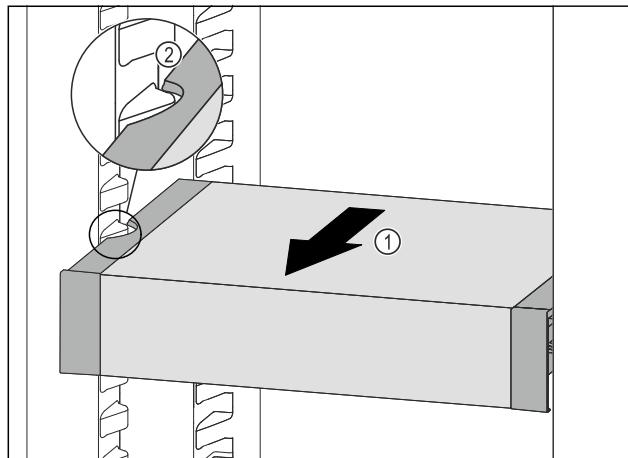

Fig. 101
- Predal VarioSafe povlecite naprej Fig. 101 (1), dokler nista stranska izreza predala VarioSafe na višini nastavka za posodo v hladilniku. Fig. 101 (2)